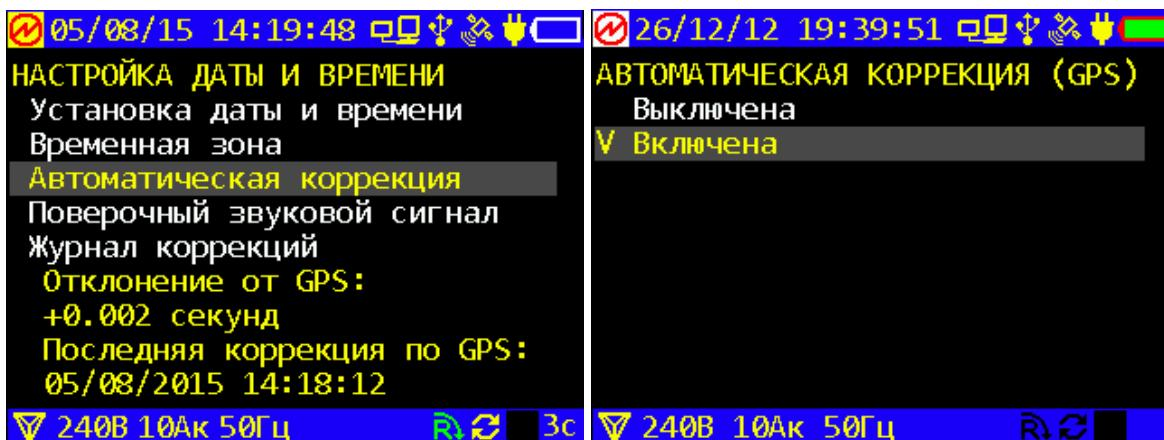

Рисунок 4.4.6 - Экраны настройки даты и времени
4.4.6.1 При входлении в пункт «Автоматическая коррекция» предоставляется возможность включить или выключить автоматическую коррекции времени, выбрав альтернативный режим на экране (Рисунок 4.4.6 справа). Выбор осуществляется с помощью клавиш \downarrow , \uparrow и «ENT». Напротив выбранного режима появляется V-образный курсор. На символ GPS на верхней строке состояния этот выбор не влияет, поскольку приемник GPS работает независимо от того, использует прибор его данные для коррекции времени или нет.